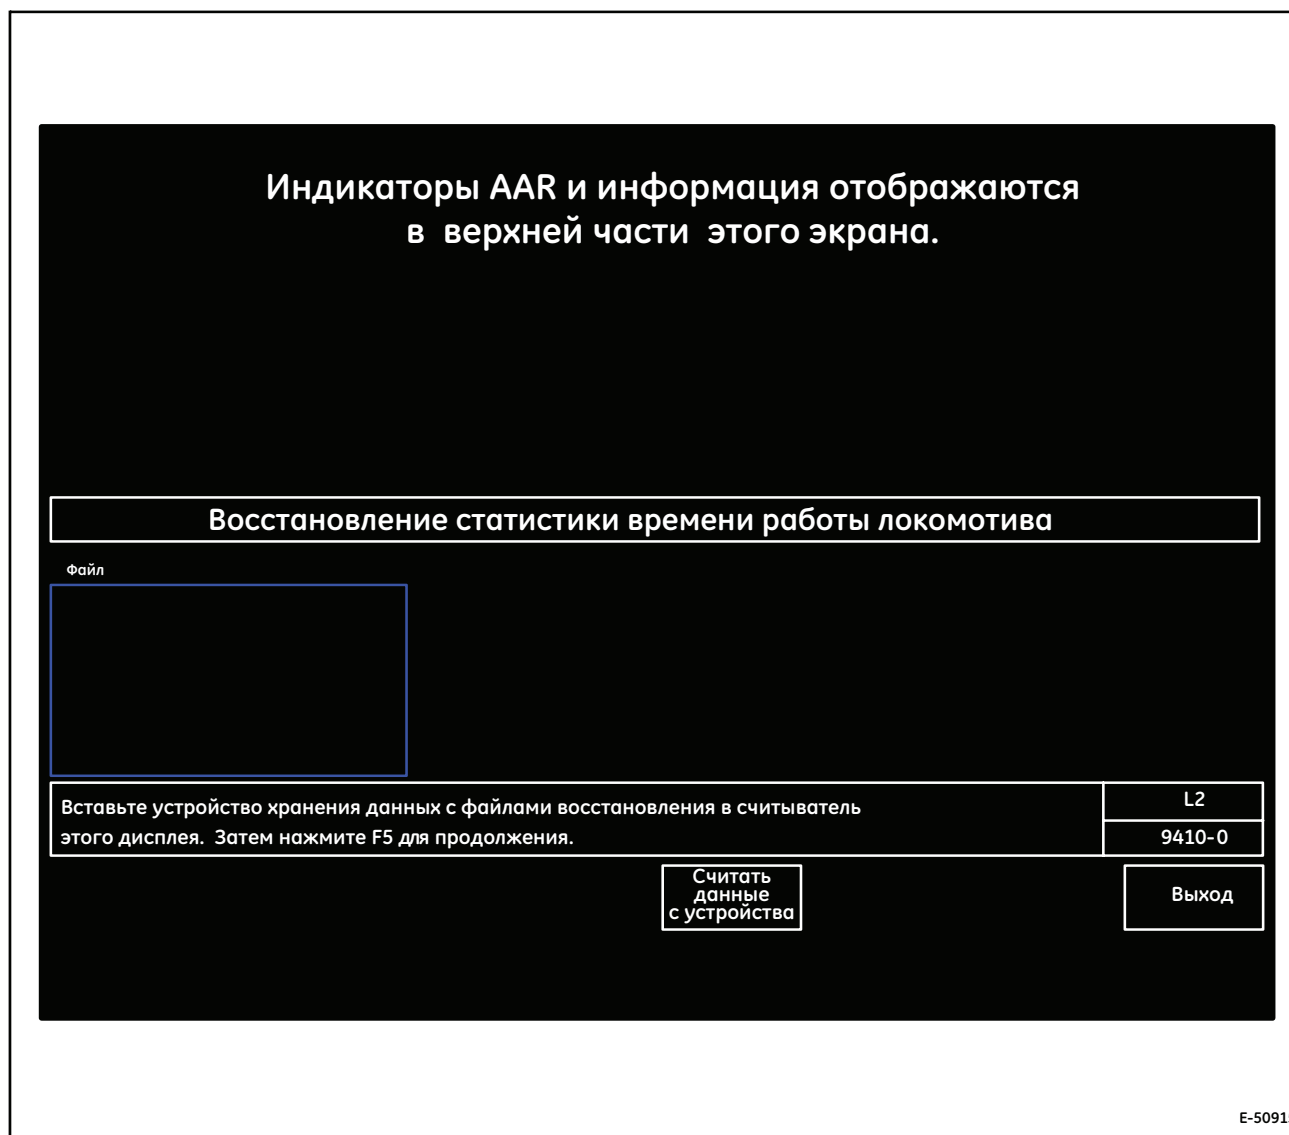

Рисунок 62. Типовой экран восстановления статистики срока службы локомотива (9410-0)
- Если выделен пункт "Restore Locomotive Life Statistics Via Storage Device" (Восстановить статистику срока службы локомотива с помощью устройства хранения данных), отобразится экран (9410-0, Рисунок 62). Дополнительные сведения см. в разделе 3.9.2.2.4., *ВОССТАНОВЛЕНИЕ СТАТИСТИКИ СРОКА СЛУЖБЫ ЛОКОМОТИВА* настоящей публикации.
Экран восстановления статистики срока службы локомотива (9410-0, Рисунок 62), состояние по умолчанию: